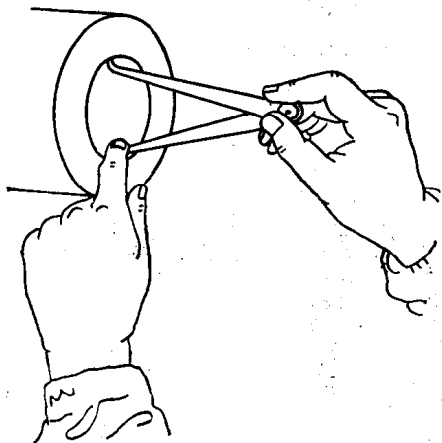

图1-33 内卡钳测量孔径尺寸
2) 内卡钳测量孔径尺寸 用已校正为零位尺寸的内卡钳来检测已加工后的孔径尺寸，用右手手指把住内卡钳上部相合处，并伸至加工的孔内，用左手一指按住一卡脚，使另一卡脚左右摆动，并边作前后移动边作摆动，观察其最小摆动量（估计为多少mm尺寸），见图1-33。所测得的卡钳单脚摆动量 S 应在最大摆动量计算值的范围内即合格。